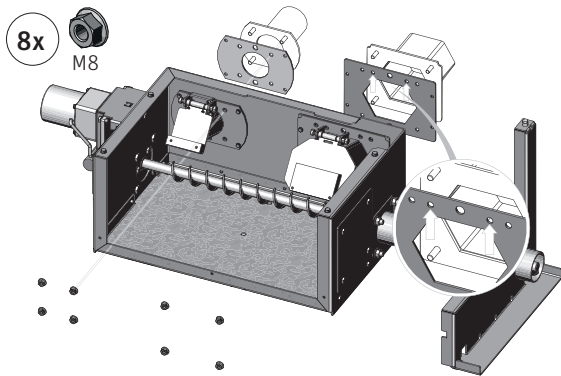

Fig. 221
- ▶ Beide Dichtungen korrekt auf Flanschplatten aufschieben. Sammelbehälter mit 8 Flanschmutter M8 auf Halter festschrauben – Fig. 221.